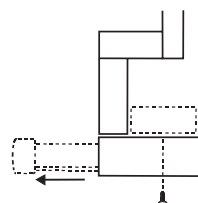

Рис. 4
- 2 Привинтите вытяжной вентилятор к переднему краю шкафа (см. рис. 4). Если на переднем крае шкафа нет никаких опор, нужно прикрепить к нему деревянную панель.